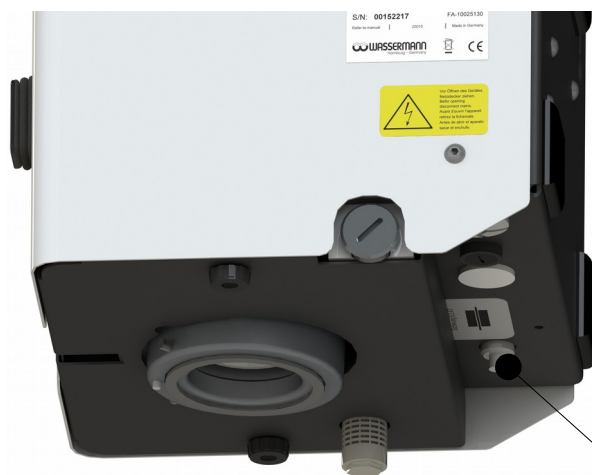

Bild 5
- Bei **Erstbenutzung** des Gerätes muss **eventuell** der voreingestellte Druck am Drosselventil (für Vakuumerzeuger) mittels Schraubendreher nachjustiert werden. Der empfohlene Eingangsdruck sollte mindestens 5 bar betragen. Das **Drosselventil (Bild 5)** befindet sich an der Geräteunterseite.